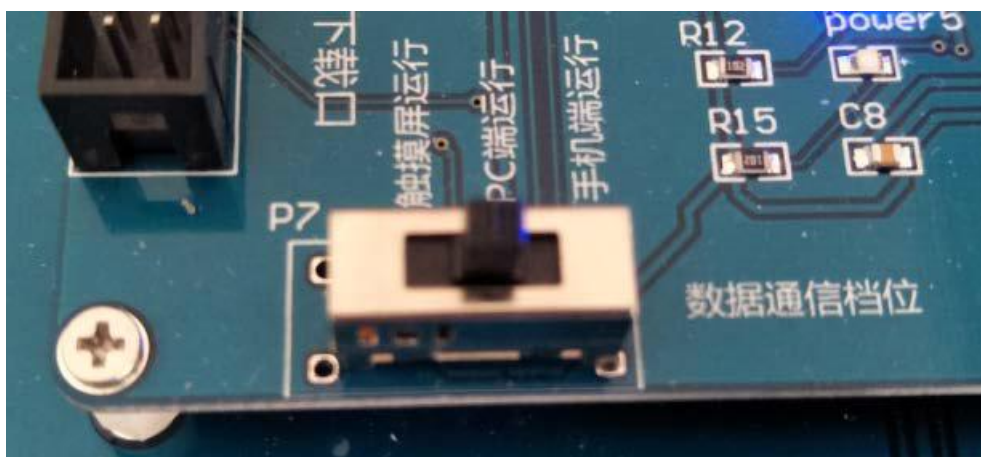

图 1-2 设备端与 PC 端通信档位
2. 将功能开关档位切换 2 档之后，可以将 PC 端开发的触摸屏程序下载至物联网设备的触摸屏中，如图 1-2 所示。